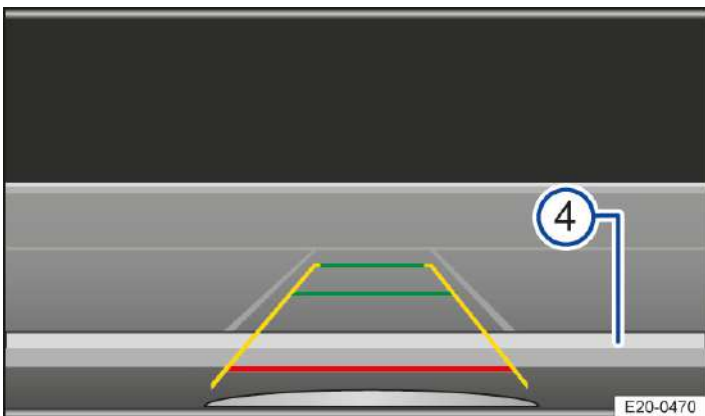

Abb. 3 Infotainment-System: Fahrzeug innerhalb der Parklücke ausrichten.
6. Wenn die rote Linie die hintere Begrenzung → *Abb. 3* **4** erreicht, anhalten.